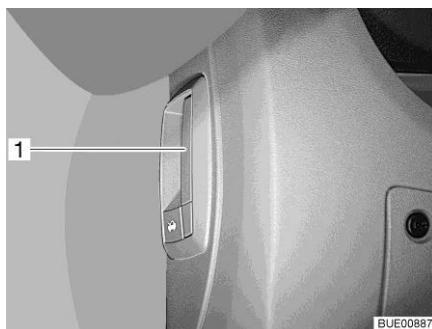

Bild 39 Låsspak motorhuv (inne i fordonet)
- Dra i spaken (Bild 39,1) under till vänster eller vid sidan om instrumentbrädan.